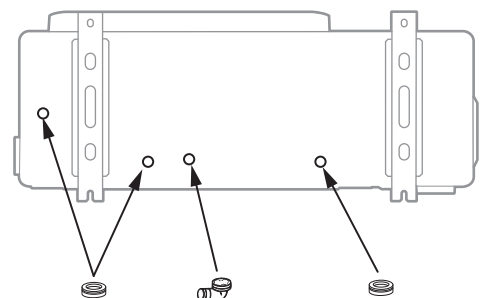

fig. 18 - Instalação da unidade exterior, evacuação dos condensados
- Em funcionamento, pode evacuar-se água da unidade exterior. Não instale o equipamento num terraço, prefira antes um lugar drenado (cama de brita ou areia). Se a instalação for realizada numa região em que a temperatura pode ser inferior a 0°C durante um período prolongado, verifique se a presença de gelo apresenta um perigo. É igualmente possível ligar um tubo de evacuação à recipiente dos condensados (fig. 18).
A unidade exterior deve ser sobrelevada de pelo menos 50 mm em relação ao solo. Nas regiões com neve, esta altura deve ser aumentada mas não deve ultrapassar 1,5 m (fig. 18).